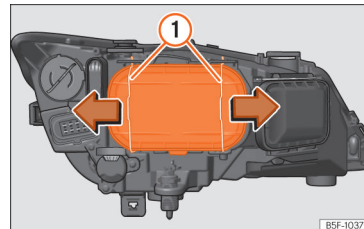

Abb. 54 Abblendlicht
- Verschieben Sie die Streben » Abb. 54 ① in Pfeilrichtung und nehmen Sie den Deckel ab.